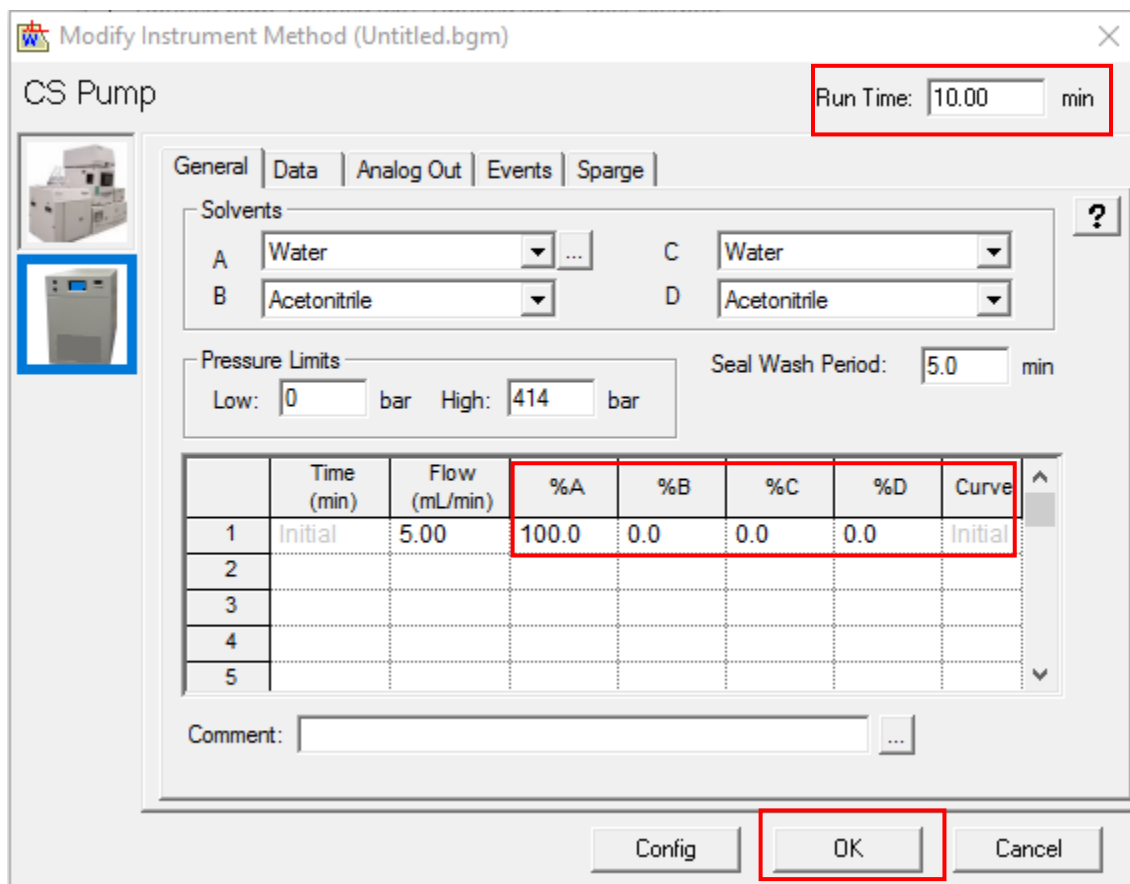

图6-23
- 设置CS Pump: 输入Run Time (与Chromatographic Pump设置的梯度时间一致)、Flow无需设置: 选择A/B/C/D溶剂 (100%), 点击OK(图6-23)。